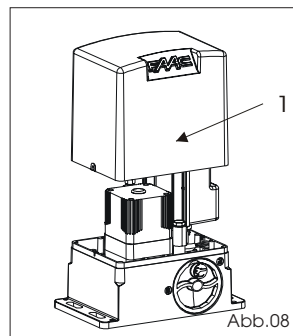

Abb.08
- 1- Die Schutzabdeckung entfernen, Abb.08 Bez. 1.